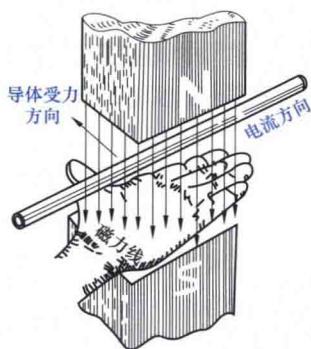

图 1-6 左手定则
(7) 自感——由于线圈本身电流的变化，在线圈内引起电磁感应称为自感。产生的电动势和电流，称为自感电动势和自感电流。
(8) 互感——两个相互靠近的线圈，当一个线圈内的电流发生变化时，引起邻近另一个线圈内的磁通变化，产生感应电动势的现象称为互感。这种感应电动势和感应电流叫互感电动势和互感电流。变压器便是利用互感的原理来制作的。
(9) 电感——电感是自感和互感的统称。
(10) 涡流——当块状导体放在变化的磁场中，或在磁场中运动时，导体内将产生感应电流。这种电流在导体内自成闭合回路，很像水的漩涡，故称为涡流。
(11) 磁化——线圈中的铁芯，在线圈通电后，其本身从无磁性到出现磁性，这一现象称为磁化。
(12) 磁导率——物质的导磁性能称为磁导率，用符号“ μ ”表示。
(13) 磁场强度——磁感应强度与磁导率的比值，即 $H=B/\mu$ 。用符号“ H ”表示，其单位是安/米（A/m）。
(14) 磁滞——磁感应强度 B 的变化要滞后于磁场强度 H 的变化，这种现象称为磁滞。
(15) 左手定则——载流导体在磁场中会受到电磁力的作用。电磁力的方向由左手定则确定，即张开左手，使拇指和其余四指垂直，让磁力线垂直穿过手心，四指与电流的方向一致，则拇指所指的方向即为磁力线的方向。如图 1-6 所示。